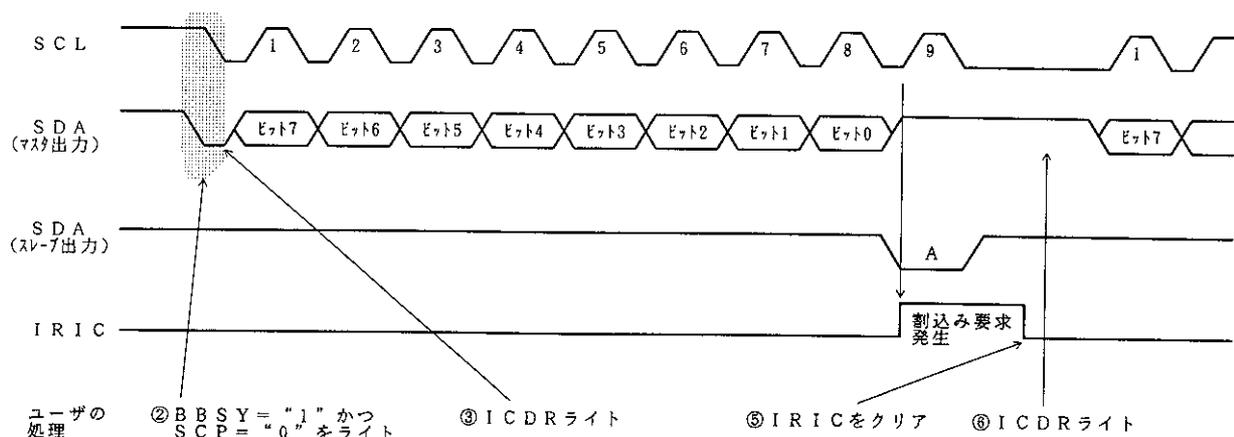

図14.6 マスタ送信モード動作タイミング (MLS = WAIT = ACK = “0” の時)
- ① ICMRのMLS、WAITおよびICCRのACK、CKS2～CKS0を動作モードに合わせて設定します。また、ICCRのICEを“1”にセットします。
- ② ICSRのBBSYをリードし、バスがフリー状態であることを確認後、ICCRのMST、TRSをそれぞれ“1”にセットしてマスタ送信モードに設定します。その後、BBSY=“1”かつSCP=“0”をライトします。これにより、SCLが“High”レベルの時SDAを“High”レベルから“Low”レベルに変化させ、開始条件を生成します。
- ③ ICDRにデータをライトします。マスタデバイスは、図14.6で示すタイミングで送信クロックとICDRにライトされたデータを順次送出します。SARのFSが“0”の時、開始条件に続く第1バイトデータは7ビットのスレーブアドレスと送信/受信の方向を示します。選択された（スレーブアドレスが一致）スレーブデバイスは、送信クロックの9クロック目にSDAを“Low”レベルにし、アクノリッジを返します。
- ④ 1バイトのデータ送信が終了し、送信クロックの9クロック目の立上がりでICSRのIRICが“1”にセットされます。この時、ICCRのIEICが“1”にセットされているとCPUに対し割り込み要求を発生します。またSCLは1フレーム転送終了後、内部クロックに同期して自動的に“Low”レベルに固定されます。
- ⑤ ソフトウェアでICSRのIRICを“0”にクリアします。
- ⑥ 送信を続ける場合は、次に送信するデータをICDRにライトします。次バイトの送信は内部クロックに同期して行われます。
④から⑥を繰り返し行うことにより、連続的にデータを送信することができます。送信を終了する場合はICSRのBBSY=“0”かつSCP=“0”をライトします。これにより、SCLが“High”レベルの時、SDAを“Low”レベルから“High”レベルに変化させ、停止条件を生成します。